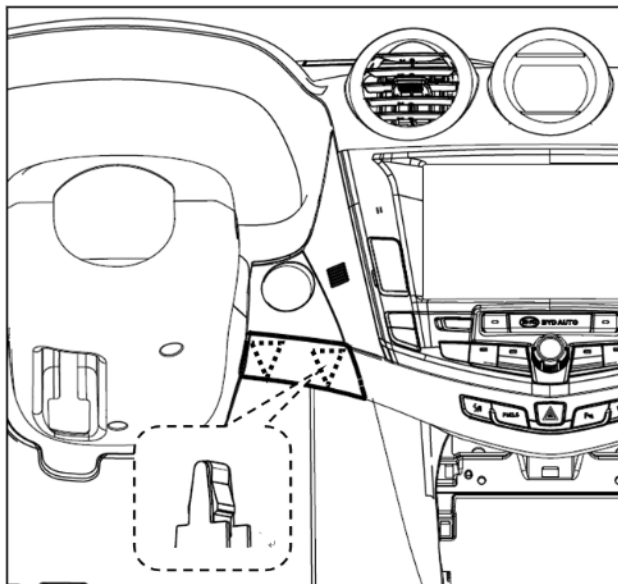

图1-1-7-1仪表板中左饰条安装结构示意图
- (3) 用头部缠绕柔性胶带（或其它柔性产品）的一字螺丝刀小心撬起图1-1-7-1所示两个卡扣安装点；
- (4) 当卡扣都脱开时，取下仪表板中左饰条。